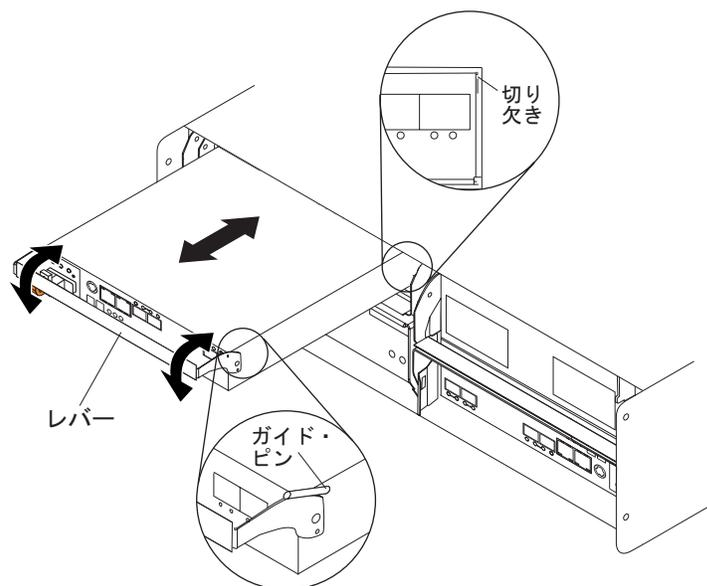

図 76. コントローラーの取り付け
- a. 1 つのコントローラーをスライドさせてストレージ・サブシステムの空のスロットに入れます。図 76 に示すように、コントローラーをスライドさせて入れる際、レバーがまっすぐ引き出されていることを確認してください。